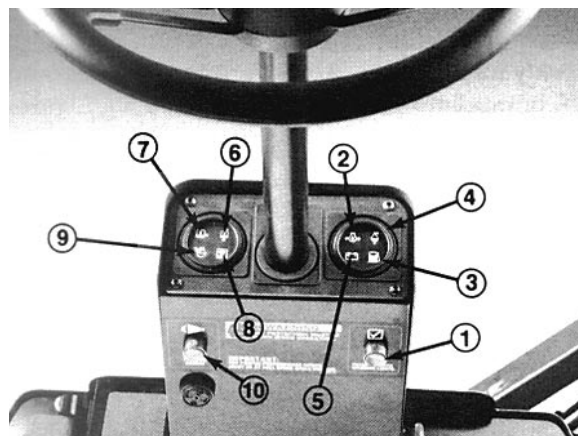

Fig. 9
Testknap for kontrollamper (Fig. 9)—Inden maskinen tages i brug, skal man trykke på testknappen. Alle lamper på styretårnet bør lyse. Hvis en lampe ikke lyser, angiver det en elektrisk fejl, som omgående skal repareres. Olietrykslampen og ladelampen lyser, når tændingskontakten drejes til TILSLUTTET (ON).
Hydraulik- og motorkontrollamper (Fig. 9)—Hvis disse lamper lyser, skal maskinen omgående standses og repareres.
Advarsel om vand i brændstofssystemet (Fig. 9)—En kontrollampe og et hørbart signal advarer om, at der er for meget vand i brændstofssystemet.
Advarsel om for høj kølevæsketemperatur (Fig. 9)—Hvis motorens kølevæsketemperatur overstiger 95°C, lyser en kontrollampe og et hørbart signal lyder. Hvis kølevæskens temperatur overstiger 110°C, afbrydes motoren. Kontakten nulstilles automatisk, når systemet og motoren er afkølet.
Advarsel om manglende opladning (Fig. 9)—Hvis batterierne ikke oplades, angives dette af en kontrollampe og et hørbart signal.
Advarsel om for høj hydraulikolietemperatur (Fig. 9)—En kontrollampe og et hørbart signal advarer om, at hydraulikoliens temperatur er for høj.
Advarsel om lav hydraulikoliestand (Fig. 9)—En kontrollampe og et hørbart signal advarer om, at hydraulikolistanden er lav. Hvis oliestanden falder yderligere, standser motoren automatisk. Motoren kan ikke startes igen, før olieforsyningen bringes op på et sikkert niveau.
Advarsel om tilstoppet hydraulikoliefilter (Fig. 9)—En kontrollampe og et hørbart signal advarer om et tilstoppet hydraulikoliefilter.
Advarsel om tilstoppet luftfilter (Fig. 9)—En kontrollampe og et hørbart signal advarer om, at filteret er tilstoppet og trænger til at blive efterset.
Alarmafbryder (Fig. 9)—Når der trykkes på denne knap, afbrydes alarmen. Alarmsystemet frakobles og nulstilles automatisk, når problemet er afhjulpet eller hvis der trykkes på alarmafbryderen.
VIGTIGT: Hvis begrænserstoppet ikke holder manøvrepedalen i ønsket stilling, kan møtrikken på knastarmen (Fig. 9, indsat billede) strammes.
Transportlåse (Fig. 10 & 11)—Låse fastholder klippeenhederne i lodret stilling under transport. Låsen for de forreste klippeenheder er fodbetjente (Fig. 9). Håndbetjente låse kontrollerer midterste og yderste klippeenheder (Fig. 10).